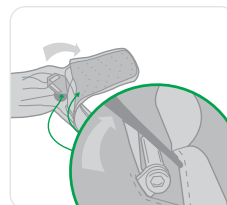

Figure 9
- Ouvrez la fermeture éclair du panneau arrière du sac à dos et vérifiez que le connecteur du harnais n'est pas endommagé, déformé, corrodé ou fissuré. Vérifiez que le boulon de fixation est bien vissé (voir Figure 9). En cas d'endommagement visible, n'utilisez pas le dispositif. Mettez le MSA PRD hors service et consultez MSA.